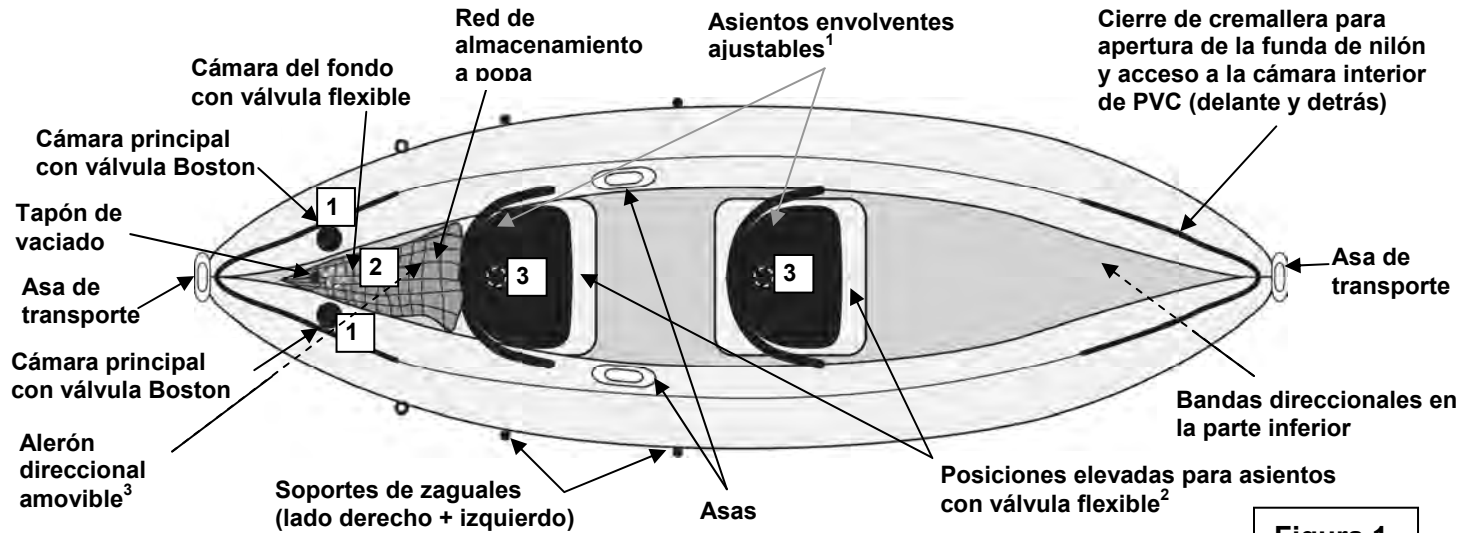

Figura 1
- a) Válvula(s) Boston (ver ilustración): para hinchar, quite el tapón de la válvula (1); enrosque el cuerpo de la válvula (2) en la base de la válvula (3), sobre el flotador; verifique que el tapón sigue siendo accesible. Inserte la extremidad del tubo del hinchador en la válvula. Hinche el flotador hasta la presión requerida (ver punto 3). Al terminar el inflado, cierre la(s) válvula(s) con el tapón. **NOTA:** es normal comprobar un ligero escape de aire antes de apretar el tapón de una válvula. Únicamente **los tapones aseguran la ESTANQUEIDAD FINAL.**
3. Hinche el producto siguiendo el orden de hinchado indicado en la placa de identidad imprimida sobre el producto (referirse también la figura 1, numeración de las válvulas).